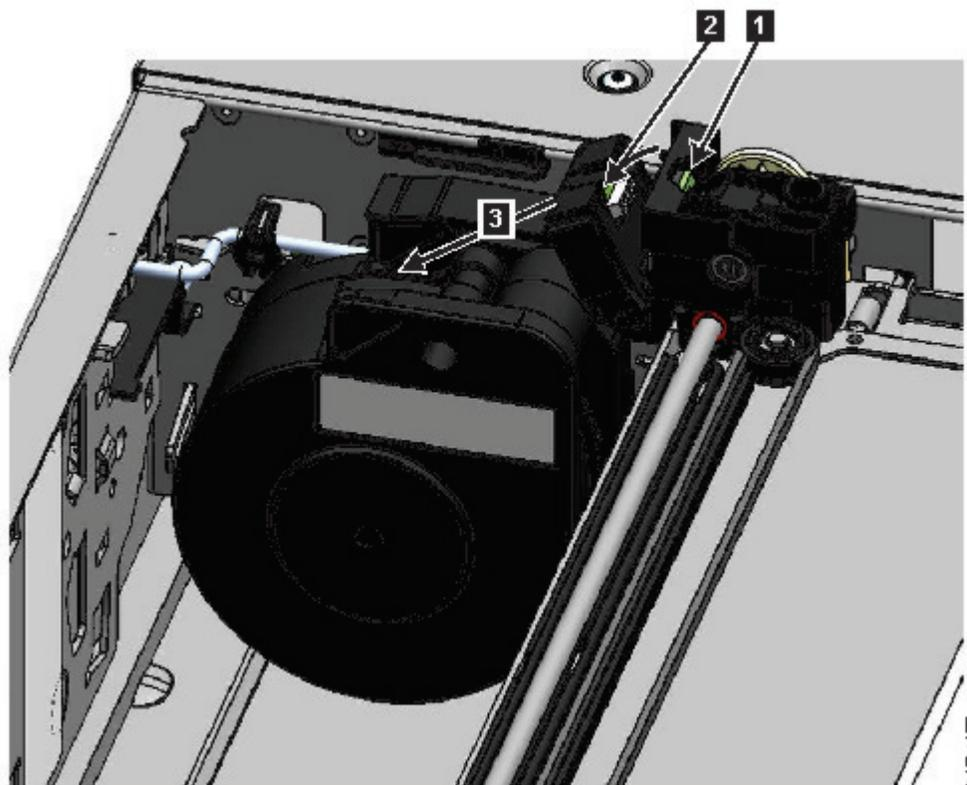

图 73. 解锁电缆盘电缆并将其放置在托架中
7. 在连接了电缆盘电缆的存取器顶部，按下滑锁（第 123 页的图 73 中的 **1**），然后倾斜用来承载电缆盘电缆的部件（**2**）。
8. 从存取器抬起电缆盘电缆，并将其放置在电缆盘装置顶部（图 73 中的 **3**）的托架中。